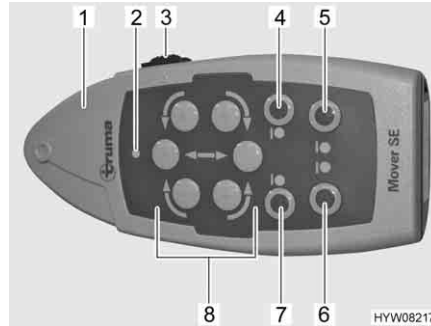

Bild 7 Fjärrstyrning
- Ställ skjutreglaget (Bild 7,3) på fjärrkontrollen (Bild 7,1) på "PÅ" (I). När den gröna lysdioden (Bild 7,2) lyser är manövreringssystemet driftklart.
- Sväng in drivrullarna mot däcken på båda sidorna. Tryck då på knapparna "sväng in" (Bild 7,4 och 7).
- Flytta fordonet till önskat ställe med hjälp av riktningssvitsarna (Bild 7,8).
- Sväng bort drivrullarna från däcken på båda sidorna. Tryck då på knapparna "sväng ut" (Bild 7,5 och 6).
- Ställ skjutreglaget (Bild 7,3) på fjärrkontrollen på "AV" (0).